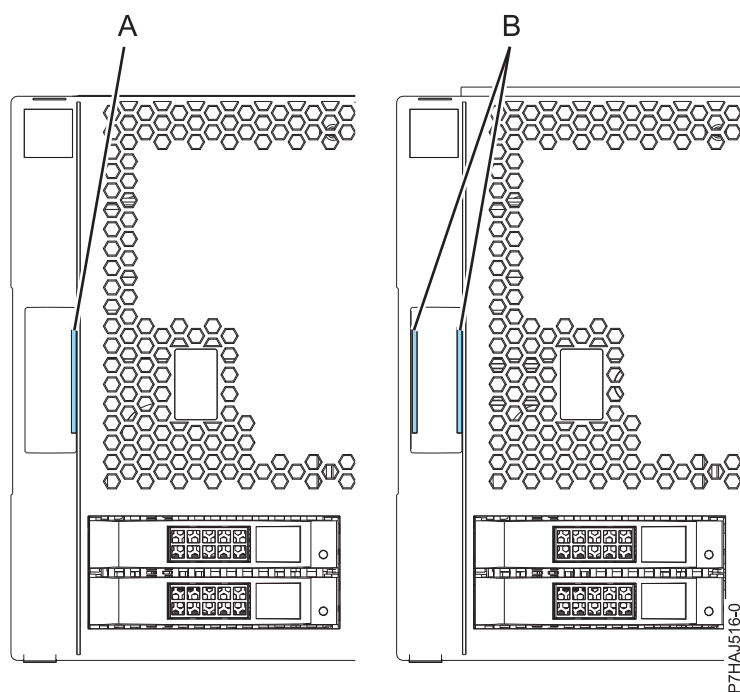

図7. 古いカバーと新しいカバーの識別
注: 2011 年 3 月 1 日より前に出荷された古いカバーは、カバー・アセンブリー・ラッチに青いストライプが 1 本 (A) あることにより識別できます。2011 年 3 月 1 日以降に出荷された新しいカバーには、カバー・アセンブリー・ラッチに青いストライプが 2 本 (B) あります。33 ページの図 7 を参照してください。